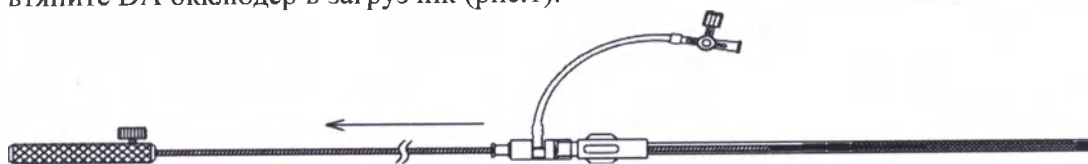

Рис. 1 – загрузка окклюдера в загрузчик;
- 6) Погрузите окклюдер с кабелем доставки и загрузчиком в физиологический раствор и втяните DA окклюдер в загрузчик (рис.1).